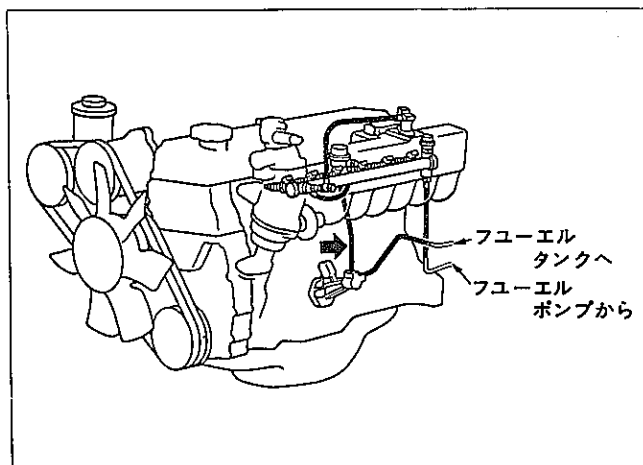

図3-2-1 燃料漏れ点検
- (1) エンジン停止状態でイグニションスイッチをONにする。
- (2) フューエル ポンプ作動用の端子を短絡する。
- (3) 図3-2-1に示すフューエル ホースの矢印箇所を指で押しつぶすと高圧ラインの圧力は約 4 kg/cm^2 に上昇する。この状態で燃料系各部に燃料漏れがないか点検する。